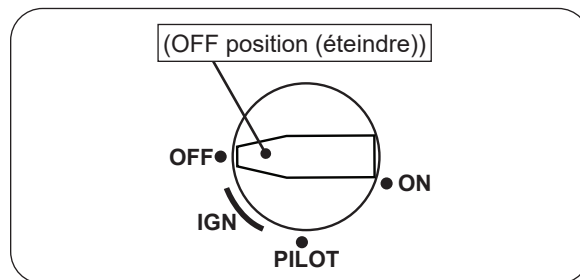

Fig. 50-2 Arrêt du pilote
2. Localisez la vanne sur le côté de l'unité. Pousser le bouton d'allumage et tourner dans le sens des aiguilles d'une montre  sur **OFF** (éteindre) (voir Fig. 50-2).
Appuyez légèrement sur le bouton de contrôle et tournez-le dans le sens des aiguilles d'une montre  pour **OFF** (éteindre). Ne force pas. Voir Fig. 50-2.